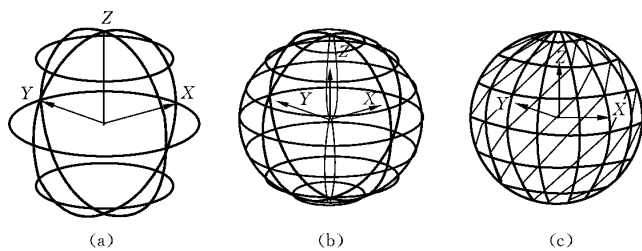

图 11.11 绘球体示例
默认的绘图结果如图 11.11(a)所示。显然,球体线框的密度太小,看不出是球体图形。因此要增大球体的线框密度。
- ① 按下 F2 键,命令行展开了,即打开了“文本窗口”;
- ② 通过“文本窗口”右侧的滚动条,查询“球体”命令的绘制过程中的提示,可以看到“当前线框密度: ISOLINES = 4”;
- ③ 鼠标指针选择“ISOLINES”,同时按下 Ctrl 和 C 键,即“复制”ISOLINES;
- ④ 按下 F2 键,关闭“文本窗口”;
- ⑤ 单击命令行,在命令行看到闪动的光标后,按下 Ctrl 和 V 键,即“粘贴”ISOLINES;
- ⑥ 在命令行看到“命令: ISOLINES”,回车;
- ⑦ 根据命令行的提示,输入新的线框密度值,如 8,回车;
- ⑧ 单击“视图”菜单中的“重生成”命令,系统更新,球体变为如图 11.11(b)所示。
- ⑨ 如果所显示的线框密度还不满意,可以重复以上步骤①~⑧。
还可单击“着色”工具栏中的“消隐”图标按钮,观察消隐后的球体,如图 11.11(c)所示。也可单击“着色”工具栏中的“体着色”图标按钮,观察到平滑而且逼真的球体。